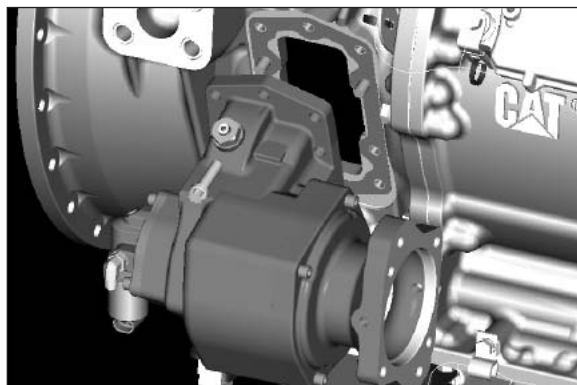

Fig. 5
5. Coloque la TDF y asegúrela con el tapón superior provisto. (**Fig. 5**)